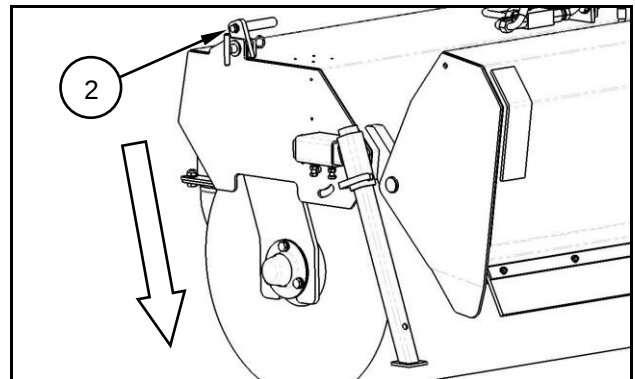

Fig. 6.2
- Das Rastersystem (2) beidseitig auf unterste Position stellen (Fig. 6.2).